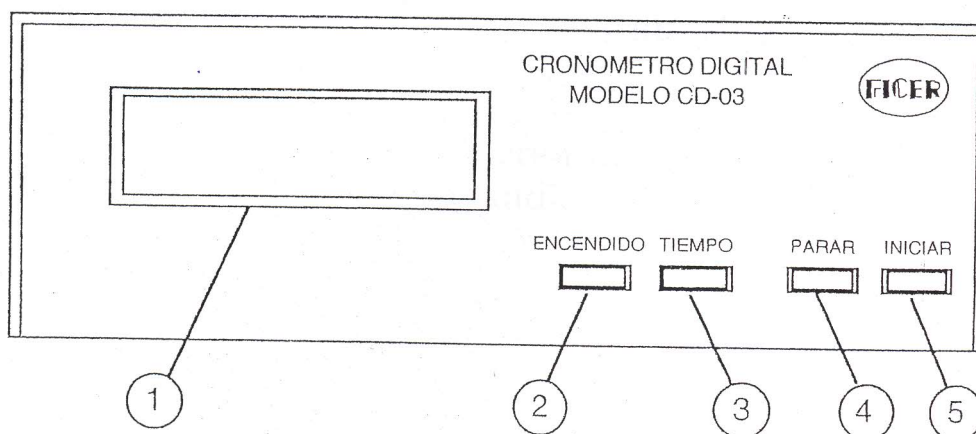

Figura 1. Vista frontal del Cronómetro Digital.
La figura 1 muestra la parte frontal del Cronómetro, en donde sus controles se indican con los números del 1 al 5.
El Electromagneto se energizará cuando una corriente directa pase a través del alambre que constituye la bobina. Esta acción se efectúa al oprimir y mantener en esa posición la tecla correspondiente al control de iniciar, marcada con el número 5 en la figura 1, el flujo magnético cesará al soltar dicha tecla, y en ese instante, el deslizador quedará en libertad de moverse.
En esta modalidad, la medición de tiempo se iniciará al oprimir la tecla correspondiente al control de iniciar, marcada con el número 5 en la figura 1. Al dejar de presionar dicha tecla, ésta regresará a su posición normal (hacia afuera), pero la medición continuará. Para finalizar la medición bastará con oprimir momentáneamente la tecla correspondiente al control de parar, marcada con el número 4 de la figura 1.
Una vez conectados estos accesorios, al oprimir la tecla correspondiente al Control de Iniciar, marcada con el número 5 en la figura 1, el Electromagneto se energizará y podrá retener al deslizador; así permanecerá hasta que deje de presionar la tecla mencionada; en ese instante, se cortará
Nota: En esta modalidad, puede estar también conectado al Cronómetro, el Electromagneto de Sujeción, el cual se energizará manualmente oprimiendo la tecla del Control de Iniciar marcada con el número 5 de la figura 1, al dejar de oprimir dicha tecla, el Electromagneto se desenergizará, pero el Cronómetro "no" iniciará lectura alguna hasta que no
Cuando se oprime la tecla correspondiente al control de iniciar marcado con el número 5 en la figura 1, el Electromagneto se energizará y podrá retener objetos acerados (balines), así permanecerá hasta que se suelte dicha tecla, en ese momento se cortará la energía en el Electromagneto, el objeto caerá y simultáneamente se iniciará la medición de tiempo. La medición finalizará en el instante en que el objeto toque el Interruptor Electrónico.
- 1.- La electrónica del Cronómetro se dañó, debido a un corto circuito causado por conectar una carga inadecuada en las salidas para el solenoide, marcadas con los números 3 y 4 en la figura 1.